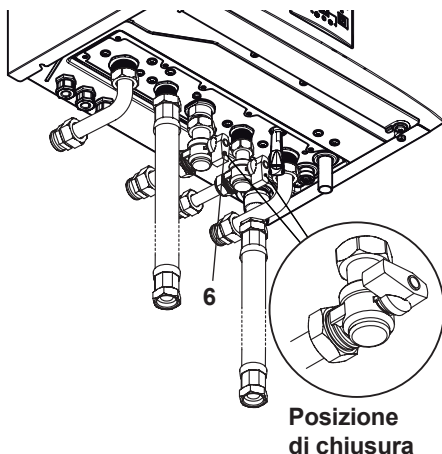

Figura 6.2
- Richiudere il rubinetto gas 6 in Figura 6.2.